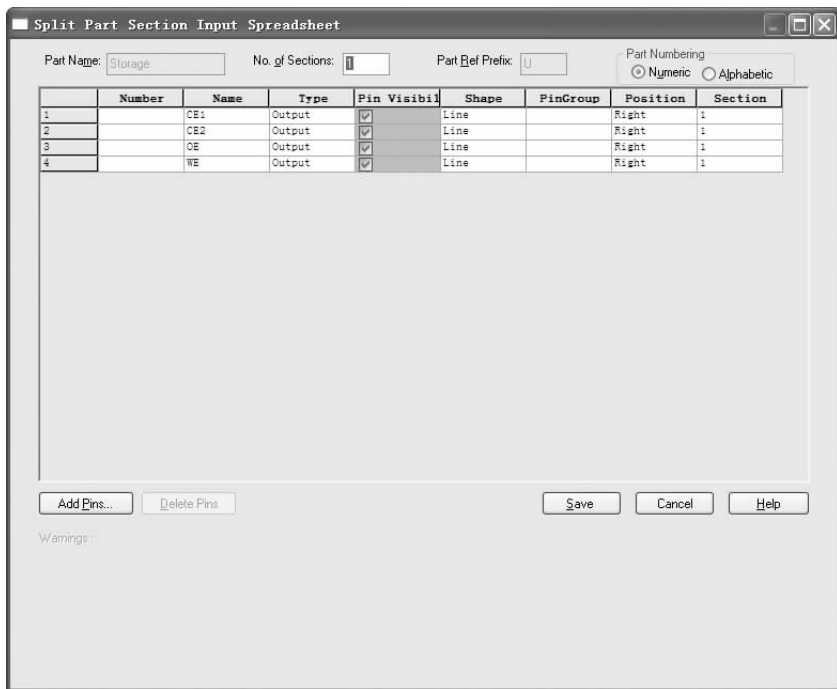

图 6-261 “Split Part Section Input Spreadsheet”对话框
2) 弹出如图 6-261 所示的对话框，设置层次块元件的引脚信息，单击 按钮，关闭对话框，完成子原理图到层次块的转换。